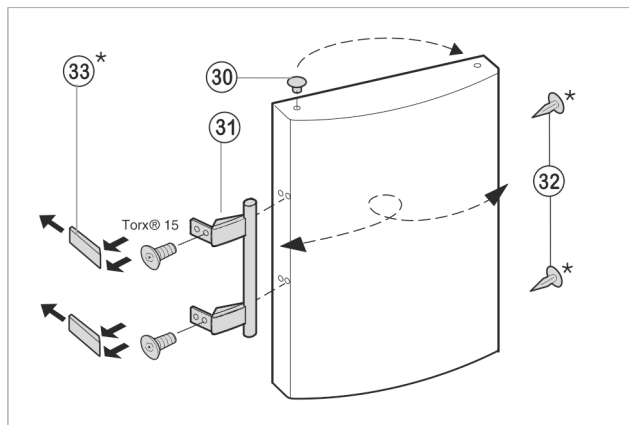

Fig. 8
- Enlever le bouchon Fig. 8 (30) du coussinet de la porte et le mettre de l'autre côté.
- Démontez la poignée de porte Fig. 8 (31), le bouchon Fig. 8 (32) et les plaques d'appui Fig. 8 (33) puis les repositionner sur le côté opposé